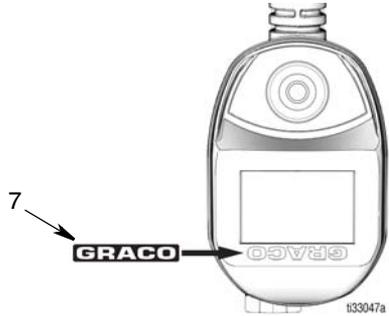

ABB. 4
4. Graco Typenschild (7) in der in ABB. 4 dargestellten Ausrichtung über dem vorhandenen Graco Typenschild anbringen.